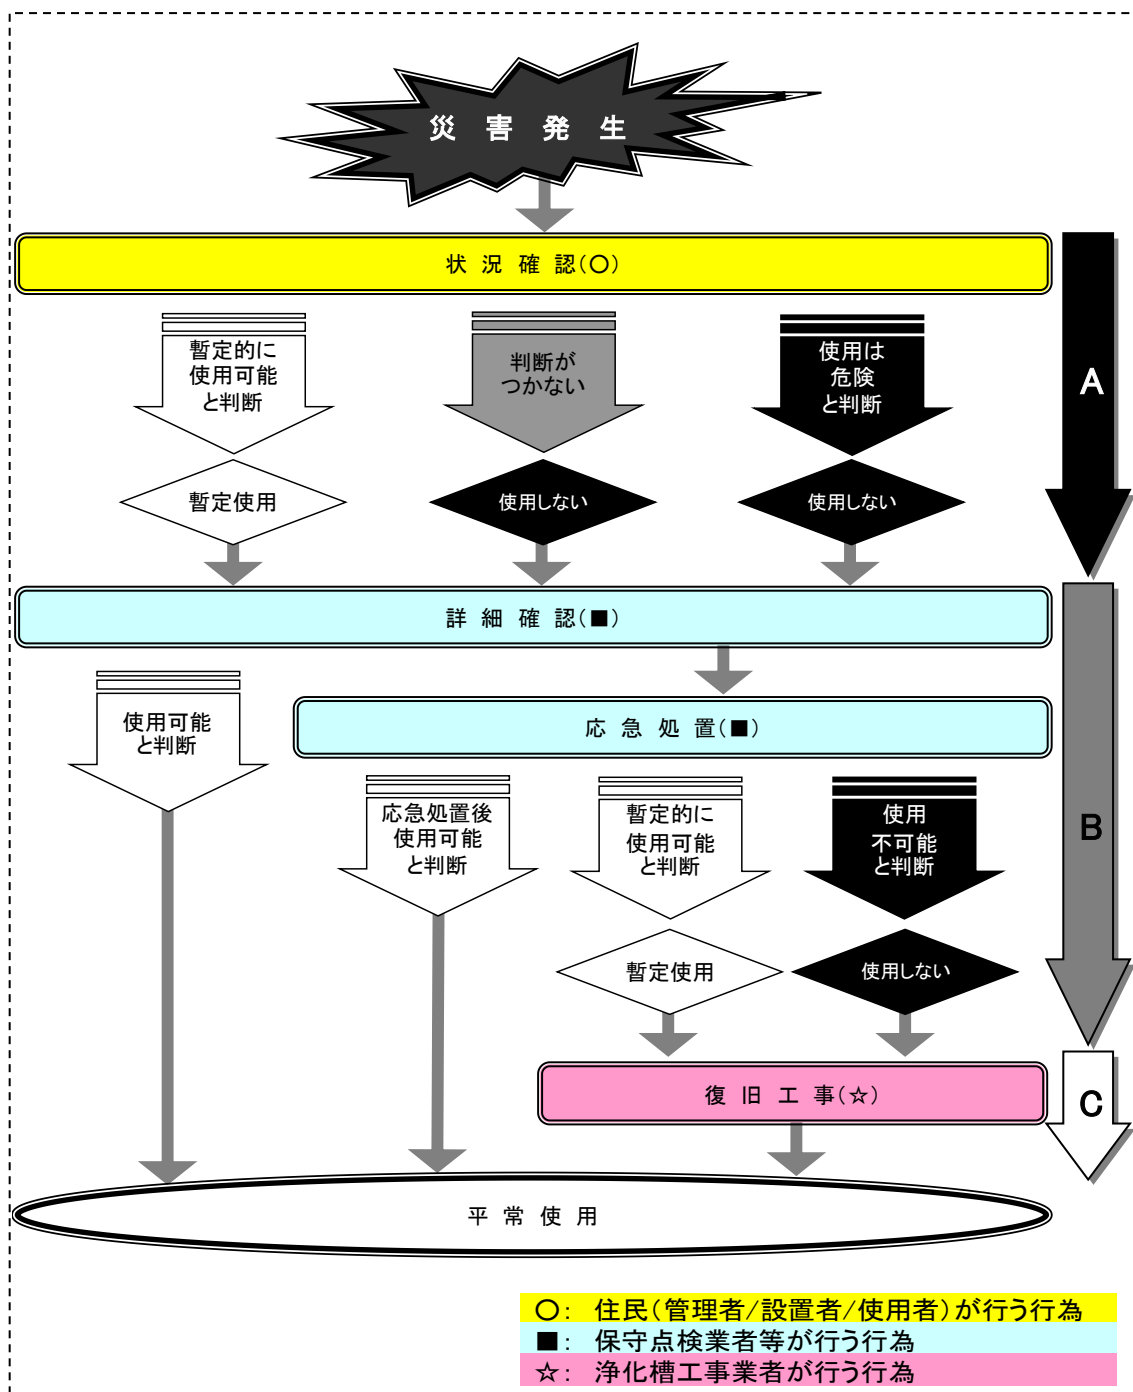

図 2-5-1 災害発生後の対応業務の例
①	自ら被災した場合に、その被害を最小限に抑え、業務を継続または可及的速やかに再開させるための 事業継続計画 (BCP:Business Continuity Plan) を策定する。
②	緊急時における 社内外の連絡体制 を確立しておく。
③	被災した浄化槽への 応急対策に用いる資材等を備蓄 し、転倒・浸水しないよう保管する。
④	地域のハザードマップを参照し、災害時における契約エリアの 巡回パターン のシミュレーションを行う。
⑤	マンホールロックは浄化槽内への土砂の流入を防止するのに有効であるため、保守点検の作業後、全ての マンホールロックを施錠 する。
⑥	本マニュアルについて、その内容を確認する。
災害発生後の浄化槽に関する対応業務は、以下の3つ段階に区分される^{【参考文献⑤、⑥】}(図2-5-1)。
災害発生後の浄化槽に関する対応業務は図 2-5-1 に示したとおりであるが、各段階で求められる情報伝達は以下のとおりである。